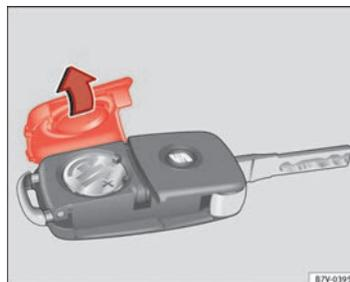

Fig. 43 Clé du véhicule : couvercle du compartiment de la pile.
⇒ fig. 43.
- Retirez le couvercle de la partie arrière de la clé du véhicule ⇒ fig. 43 dans le sens de la flèche ⇒ ①.
- Placez le couvercle sur le boîtier de la clé du véhicule et appuyez comme indiqué ⇒ fig. 43, dans le sens contraire de la flèche, jusqu'à ce qu'il s'encastre.